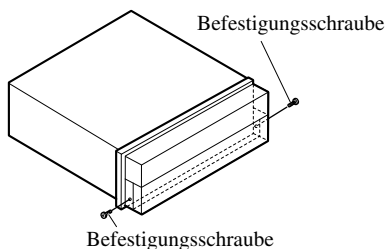

Abb. 20
- Nachdem Sie die Frontplatte abgenommen haben, befestigen Sie sie mit den Befestigungsschrauben an der Einheit. (Abb. 20)